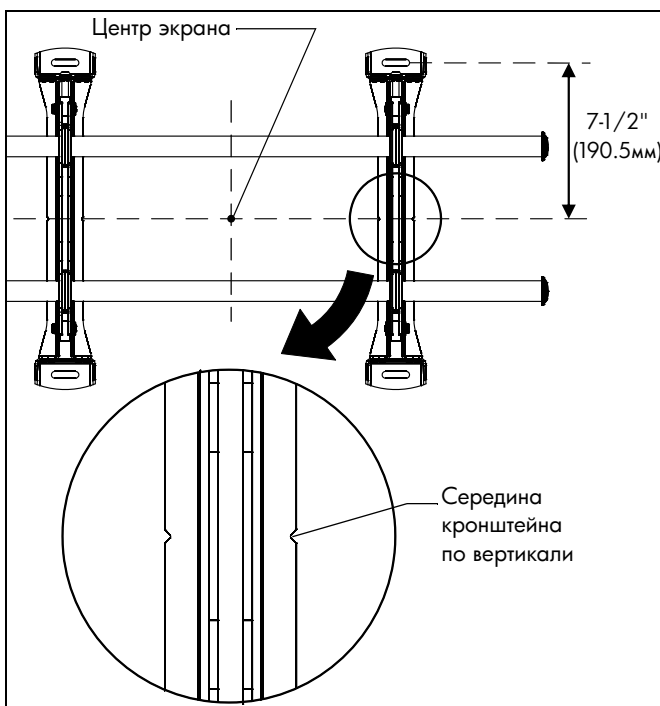

рис. 1
3. Совместите прорези на креплении (R) с отметкой середины экрана, чтобы определить середину по вертикали. (См. рис. 1)
2. Совместите прорезы на креплении (R) с отметкой середины экрана, чтобы определить середину по вертикали. (См. рис. 1)
3. Отмерьте (190,5мм) 7-1/2" вверх от средней линии и отметьте место верхнего монтажного отверстия. (См. рис. 1)